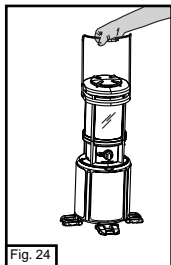

Fig. 24
- ⇒ Tenez la lanterne par son anse pour la porter. (Fig. 24)